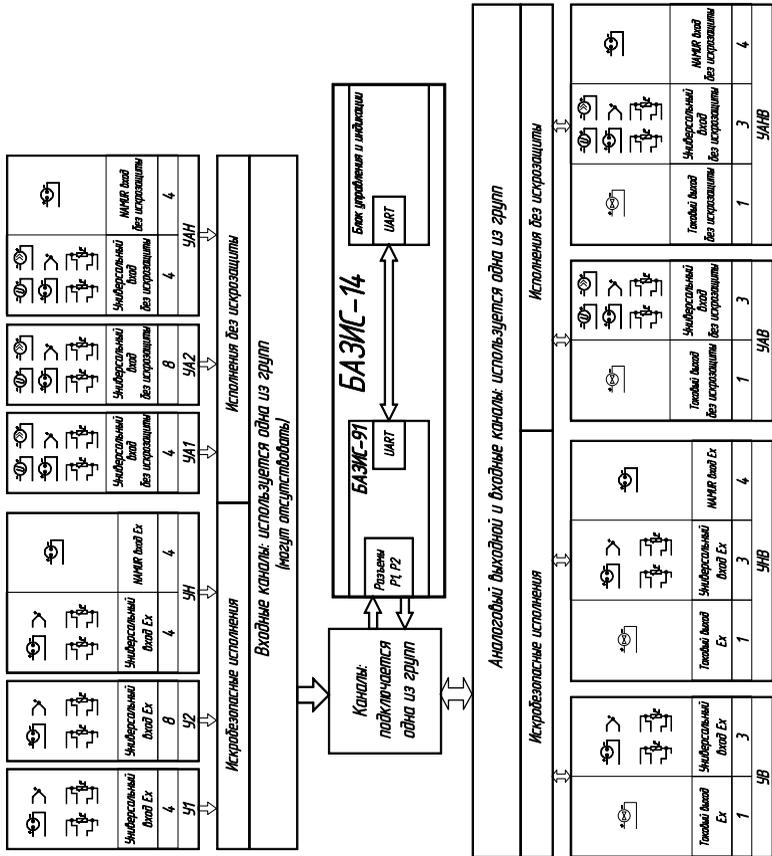

Рис. 3.1. Структурная схема входных/выходных каналов Модуля, встроенного в контроллер БАЗИС-14
3.2.3. Структурные схемы каналов Модуля, встроенного в Базовый контроллер, приведены на рис. 3.1 и 3.2.